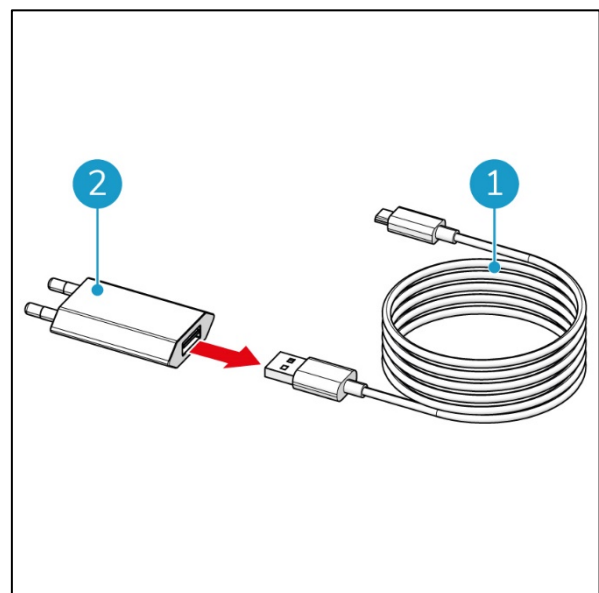

Figura 5
1. Collegare il caricatore USB (Figura 5, pos 2) al cavo USB (Figura 5, pos 1).